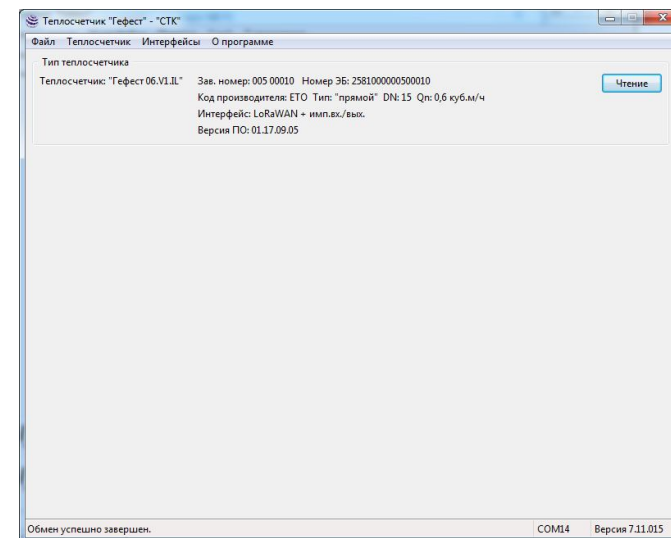

Рисунок 8. Основное окно программы Gefest\_Service.exe
6.3.1. После подключения к счетчику тепла и нажатия кнопки «Чтение» в основном окне программы (рисунок 8), на панели «Тип теплосчетчика» выводится его тип, заводской номер, тип интерфейса, версия встроенного ПО счетчика и ряд других параметров.